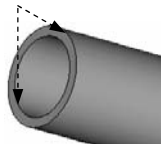

图 5.21.5 选择圆角边线
Step3. 重新选取圆角选项。在系统弹出的图 5.21.3 所示的操控板中, 单击 **集** 按钮; 在“集”界面的 **参考** 栏中右击, 从弹出的快捷菜单中选择 **全部移除** 命令 (图 5.21.4); 按住<Ctrl>键, 依次选取图 5.21.5 所示的瓶口的两条边线; 在半径栏中输入圆角半径值 0.6, 按回车键。